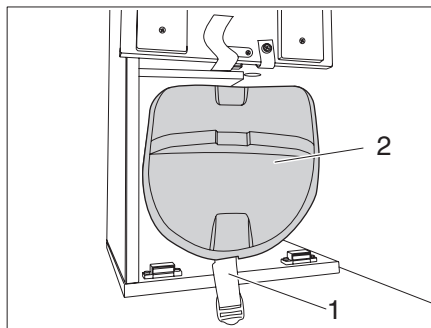

Bild 59 Gasbox
- Fästremmen (Bild 59,1) lossas.
- Ta av skyddet (Bild 59,2).
- Skyddsavtäckningen (Bild 59,2) stängs och säkras med (Bild 59,1) fästremmen.